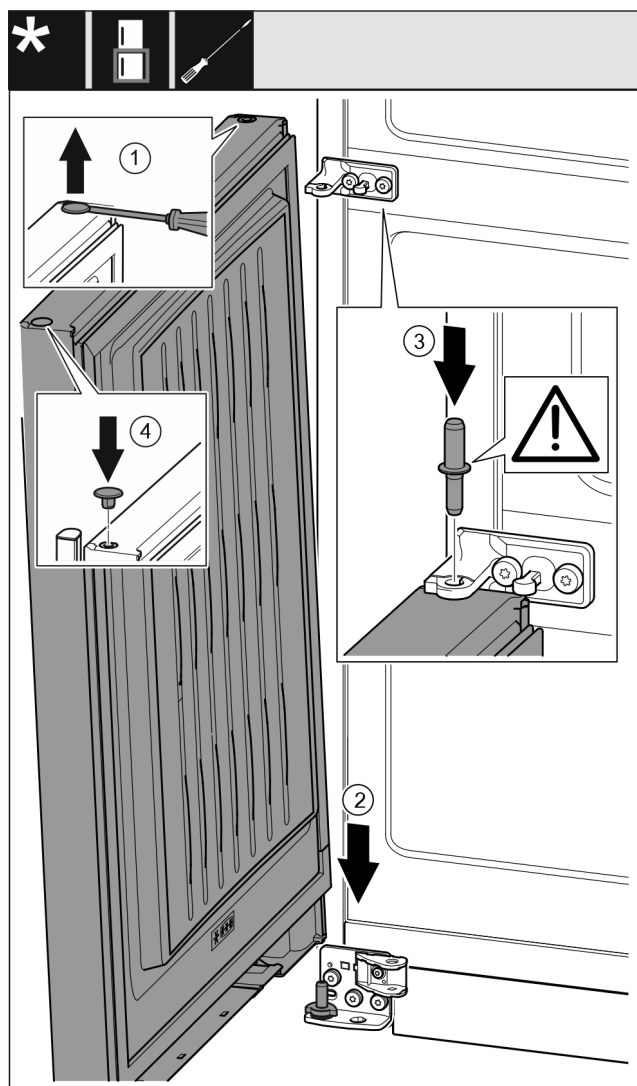

Fig. 41
- ▶ Soulever délicatement le bouchon avec un tournevis plat et le sortir. Fig. 41 (1)
- ▶ Mettre la porte par le haut sur l'axe de palier inférieur. Fig. 41 (2)
- ▶ Mettre en place l'axe de palier du milieu à travers le support de palier du milieu dans la porte inférieure. Veiller à ce que l'ergot d'enclenchement soit orienté en arrière. Fig. 41 (3)
- ▶ Remettre en place le bouchon de l'autre côté de la porte. Fig. 41 (4)